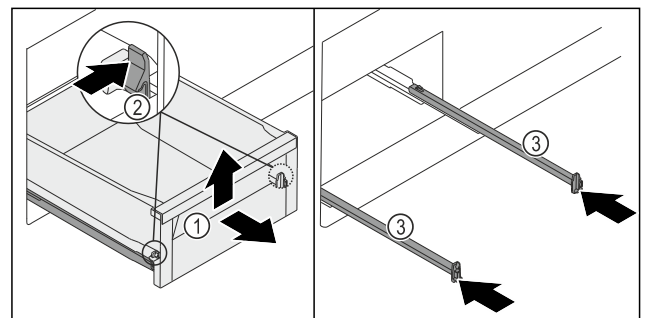

Fig. 125
- Estrarre il cassetto Fig. 125 (1) fino a battuta.
- Premere contemporaneamente verso l'interno il morsetto Fig. 125 (2) a sinistra e quello a destra.
- Il cassetto Fig. 125 (1) si stacca dalle guide.
- Sollevare il cassetto Fig. 125 (1) anteriore.
- Estrarre il cassetto Fig. 125 (1) in avanti.
- Inserire le guide Fig. 125 (3).